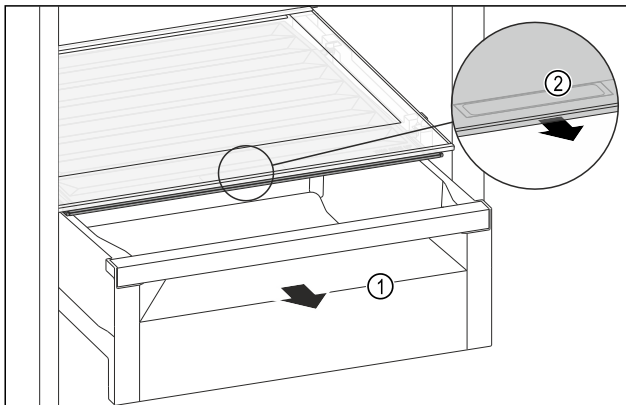

Fig. 103
- ▶ Estrarre il cassetto Fig. 103 (1).
- ▶ Afferrare la maniglia incassata Fig. 103 (2) sul coperchio dello scomparto e tirare allo stesso tempo in avanti il coperchio dello scomparto.